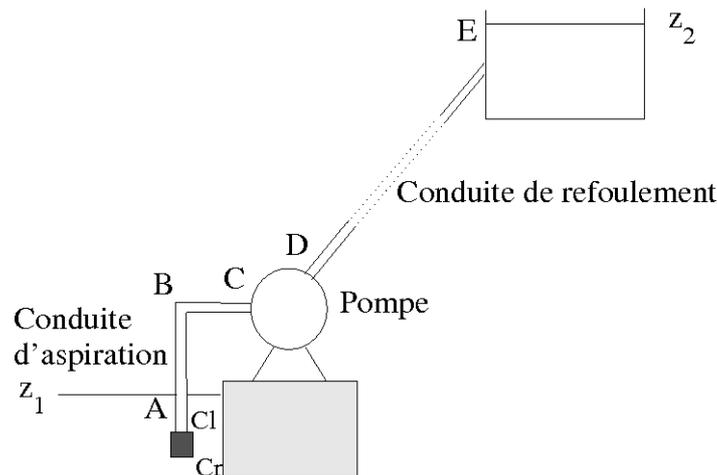

FIGURE 4.6 – Schéma du circuit hydraulique.
**Exercice 48.** On étudie le circuit hydraulique de la figure 4.6 en prenant en compte les pertes de charges régulières et singulières. Les vitesses du fluide à la surface libre du bassin d'aspiration et du bassin de refoulement sont supposées très faibles.